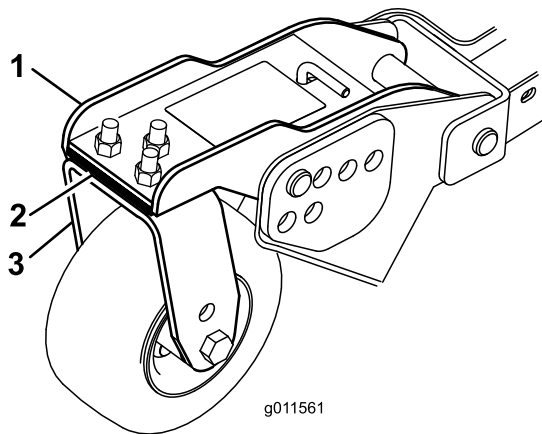

**Figure 123**
1. Desserrez les écrous de blocage en haut ou en bas de l'étrier fileté de la chaîne de hauteur de coupe (Figure 123).